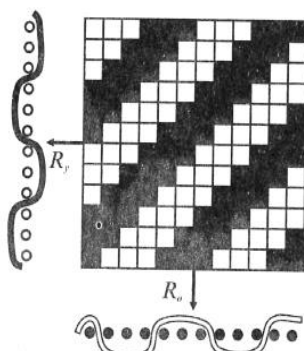
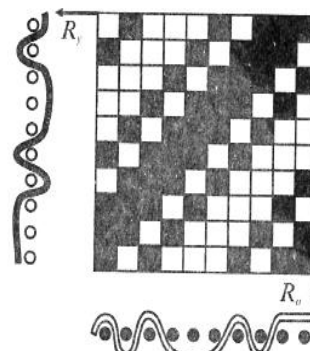
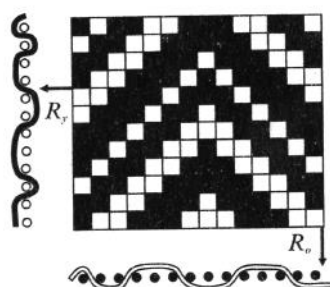

Рис. 27. Усиленная саржа
Рис. 28. Сложная саржа
Рис.29. Ломаная саржа
• от саржевого: усиленная саржа (рис. 27), сложная саржа (рис. 28), ломаная и обратная саржа (рис. 29, 30);